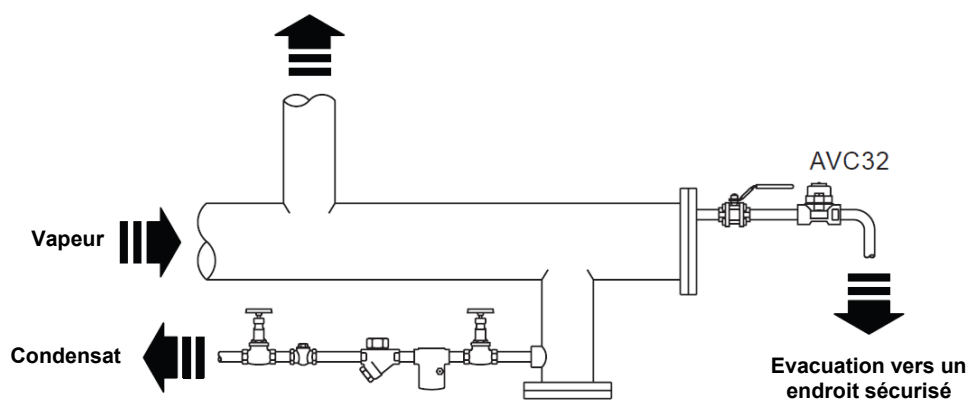

Fig. 2 Fin de ligne
- 3.4 L'AVC32 doit être installé avec la capsule dans un plan horizontal et le chapeau à la partie supérieure. Il doit être positionné en point haut d'une ligne vapeur ou sur un réservoir de collecte d'air. L'évacuation doit s'effectuer vers un endroit sécurisé (voir figures 2 et 3).